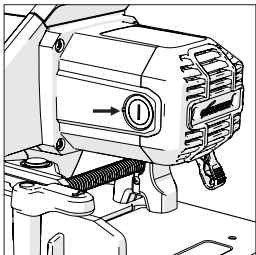

Fig. 19
- Entfernen Sie die Plastikkappen an der Rückseite des Motors. Gehen Sie vorsichtig vor; die Kappen sind federbelastet. **(Abb. 19)**